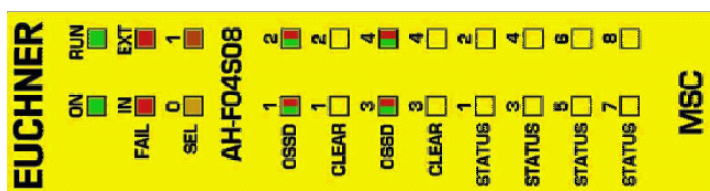

Bild 41:
8.4.14. Modul AH-FO4S08 (Bild 41)